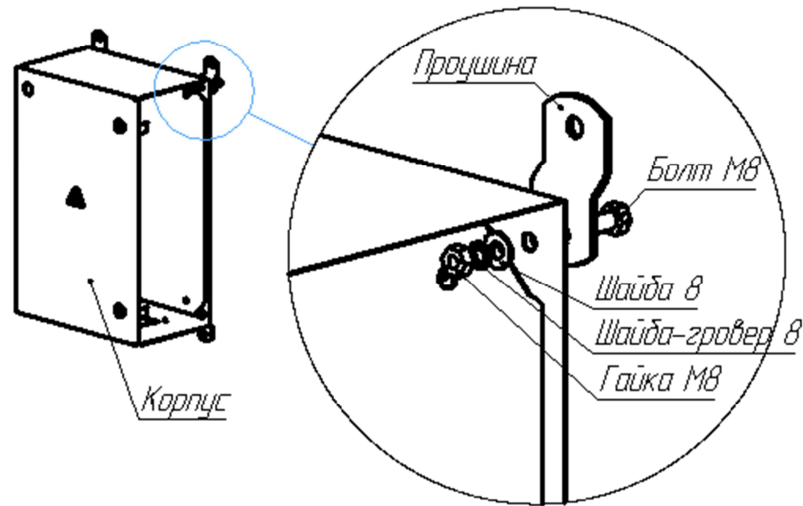

Рис. 4 Схема крепления прошин. Стенка условно не показана.
10. Прикрепить проушины к корпусу (см. рис. 4), возможен вариант с креплением без проушин;